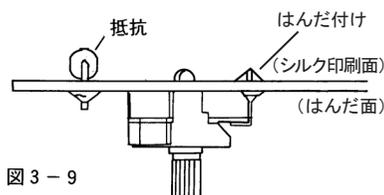

図 3-9
②-3	抵抗・ダイオード等の付け間違いはないですか？(取付位置、ダイオードの極性等)
④	0Ω調整器ははんだ面(緑色の面)から差し込まれていますか？ 0Ω調整器は傾いて取付られていませんか？(図3-9参照)